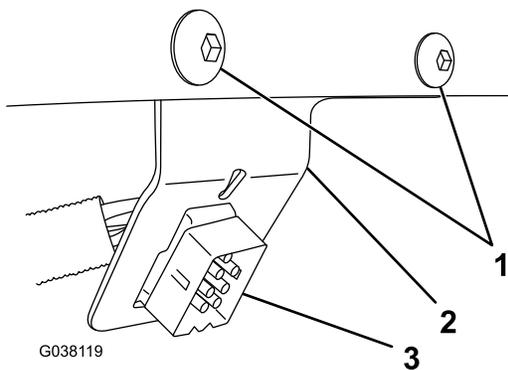

Bild 9
7. Ziehen Sie den Anschluss des Schneeschild-Steuergeräts in die Fahrzeugkabine (Bild 9).
8. Befestigen Sie den Anschluss des Schneeschild-Steuergeräts an der Armaturenbretthalterung, befestigen Sie die Halterung links neben dem Lenkrad mit zwei Blechschrauben (Bild 9).